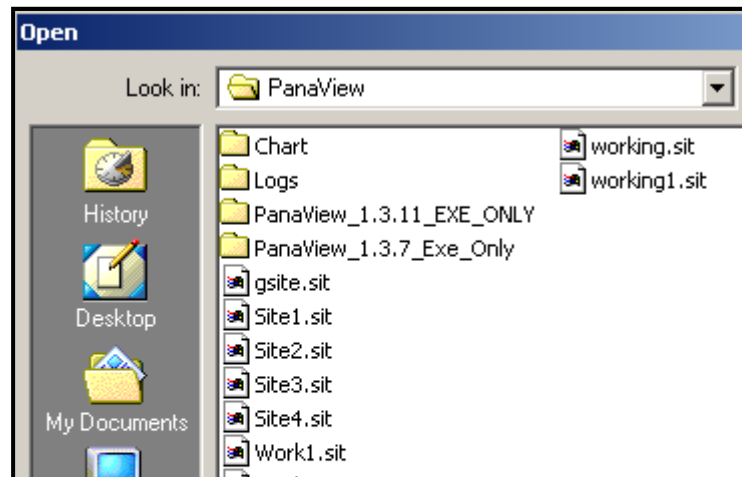

Figure 45: Sélection du fichier de site
2. Cliquez ensuite sur le bouton [Enregistrer le site dans le compteur]. Un écran similaire à la Figure 45 s'ouvre.